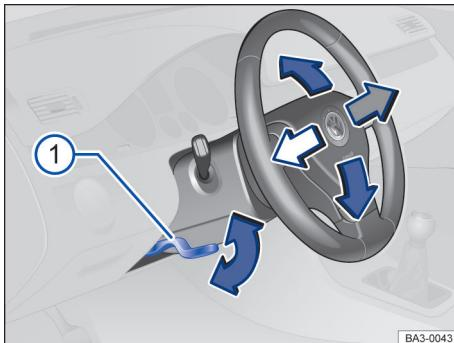

Fig. 65 Embaixo e a esquerda do volante junto com o revestimento da coluna de direção: alavanca de ajuste da posição do volante.
- Empurrar a alavanca para baixo → Fig. 65 ①.